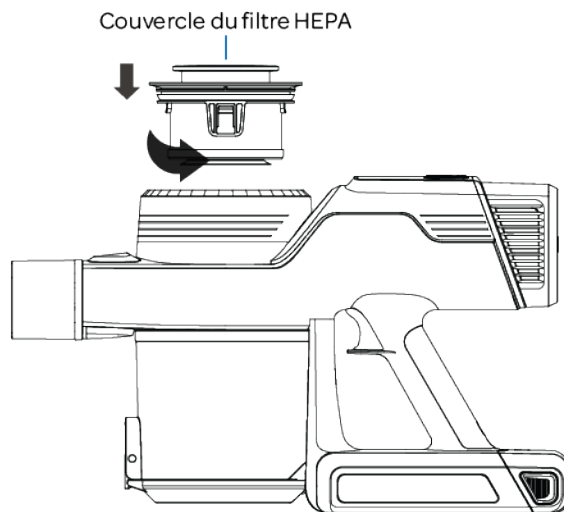

Figure 11
6. Insérer le filtre HEPA dans le couvercle du filtre HEPA de réceptacle à poussière et le tourner vers la droite pour le verrouiller en place (Figure 11).
7. Remettre en place le couvercle du filtre HEPA de réceptacle à poussière sur l'appareil (Figure 11).